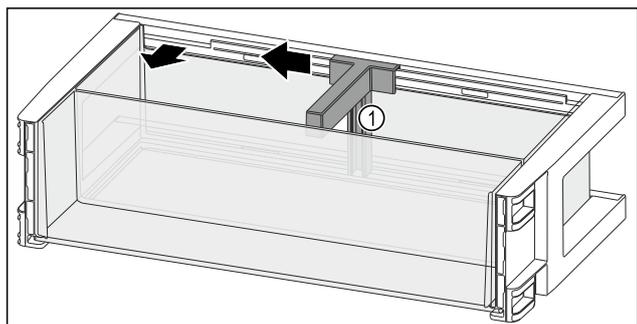

Fig. 110
- ▶ 将瓶托 Fig. 110 (1) 推至槽边。
- ▶ 取出瓶托 Fig. 110 (1)。